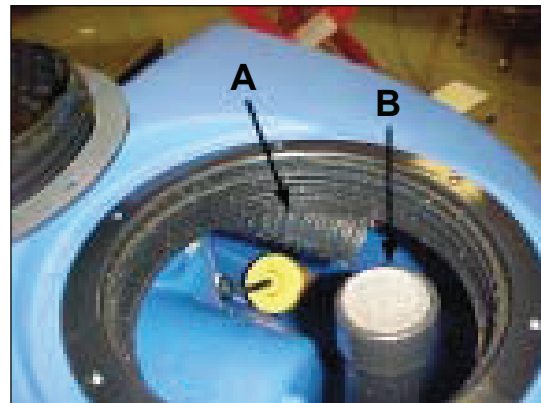

Abbildung 41
3. Ersatzschlauch – Legen Sie den Gartenschlauch in den Ersatztank. Der Ersatzschlauch befindet sich hinter dem Gewinderand (siehe Abb. 41, A), . **Anmerkung: Um Schäden zu vermeiden, legen Sie keinen Schlauch an die Vakuumsaugöffnung (siehe Abb. 41, B),**